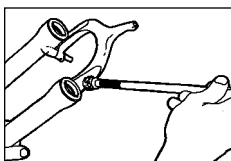

Fig. 7
- 6. Reinigen Sie das Innere der unteren Rohre, die Buchsen (zwei pro Gabelbein) und die Resi-Wischerdichtung. Eine lange 1 cm Schlüsselverlängerung, die mit einem fusselfreien Tuch umwickelt wurde, ist für diesen Zweck gut geeignet. (Siehe Abb. 7.)